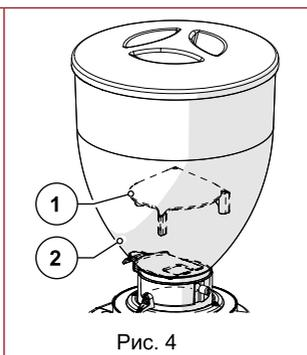

Рис. 4
• Защита пальцев на бункере для подачи кофе (Рис. 4)